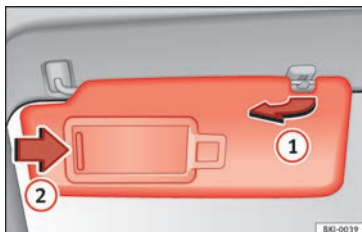

Fig. 151 Parasol del lado del conductor.
- El parasol puede extraerse de la fijación y girarse hacia la puerta » **fig. 151** ①.